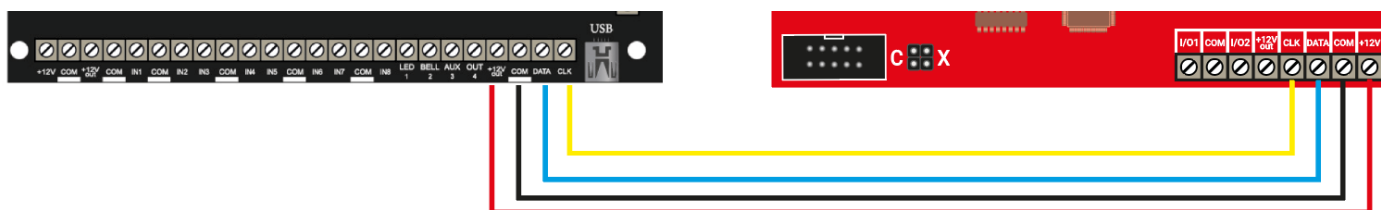

Рисунок 1. Пример подключения NV 8524 к NV 2108
4. Подключите провода системной шиной (+12V, COM, DATA, CLK) к группе клемм NV 8524 от контрольной панели (см. Рисунок 1);